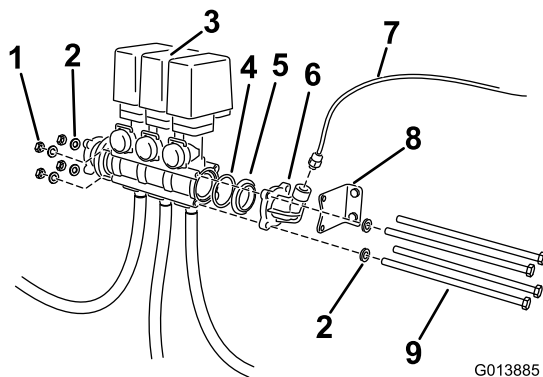

図 4
2. バルブ・アセンブリを固定している長いボルト類をゆるめる（図 4）。外したボルト類はすべて保管すること。バルブ・アセンブリを右側に寄せる。
3. エルボアダプタとガスケットを外す（図 4）。既存のバルブボディの中に入っている O リングを探し出す。外した部品をなくさないこと。既存のバルブ・アセンブリからブラケットを遠ざける。